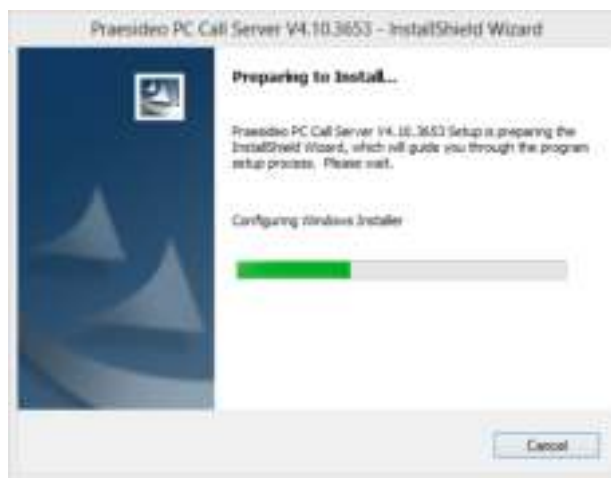

рисунок 60.1: Программа установки *PC Call Server*
- 3 Нажмите кнопку *Open (Открыть)* для запуска программы установки *PC Call Server*. Отобразится экран, подобный экрану, изображенному на рисунок 60.1.
- 3 Нажмите кнопку *Open (Открыть)* для запуска программы установки *PC Call Server Configuration Client*. Отобразится экран, подобный экрану, указанному на рисунок 60.1, но для *PC Call Server Configuration Client*.